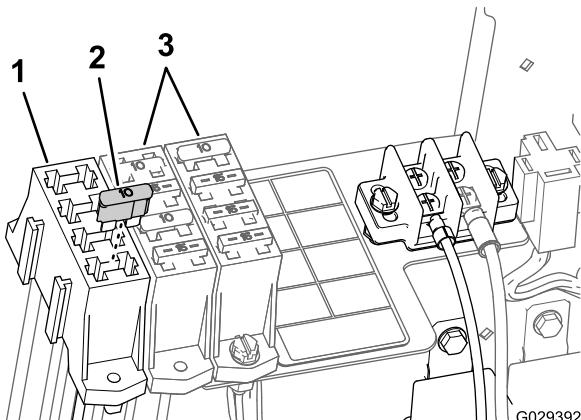

Figure 24
- Branchez le fusible de 15 A dans l'emplacement que vous avez localisé dans le poste-fusibles auxiliaire (Figure 24).